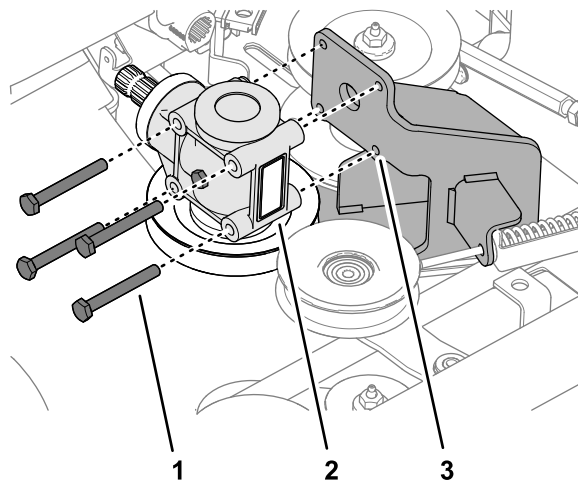

Figura 118
2. Îndepărtați cele 4 uruburi care fixează cutia de viteze a punii mainii de tuns iarba la suportul cutiei de viteze (Figura 118).
1. Aliniați orificiile cutiei de viteze a punii mainii de tuns iarba cu orificiile de pe suportul cutiei de viteze; consultați Figura 118 din Îndepărtarea cutiei de viteze (Pagină 78).